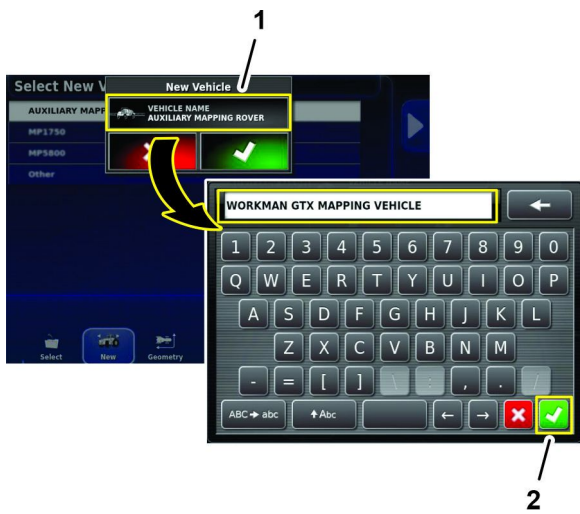

Bild 186
- Tippen Sie im Dialogfenster Neues Fahrzeug das Symbol FAHRZEUGNAME, geben Sie über die Bildschirmtastatur einen Namen für das Kartierungsfahrzeug ein und tippen Sie auf das Bestätigen-Symbol (Bild 186).